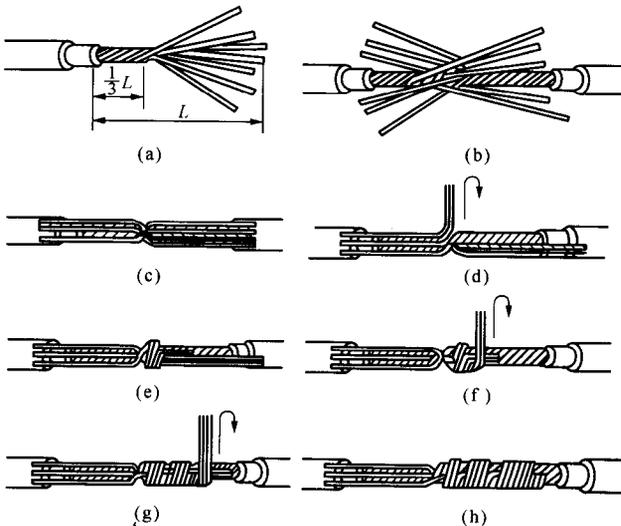

图 1-25 7 股铜芯导线的直线连接
1) 先将剖去绝缘层的芯线头散开并拉直，再把靠近绝缘层 1/3 线段的芯线绞紧，然后把余下的 2/3 芯线头如图 1-25 (a) 分散成伞状，并将每根芯线拉直。
2) 把两个伞状芯线线头隔根对叉，必须相对到底如图 1-25 (b) 所示。
3) 拉平两端芯线，理直每股芯线，使每股芯线的间隔均匀，同时钢丝钳钳叉口处消除空隙，如图 1-25 (c) 所示。
4) 把每一端的 7 股芯线按 2、2、3 根分成三组，在一端把一组芯线扳起，垂直于芯线，如图 1-25 (d) 所示。
5) 按顺时针方向缠绕 2 圈, 再折回  $90^\circ$  并在折起前的轴线位置, 如图 1-25 (e) 所示。
6) 接着把紧挨着前一组的两根芯线扳起, 垂直于芯线, 也按顺时针方向紧紧压着前 2 根扳制直的芯线缠绕 2 圈, 如图 1-25 (f) 所示。
7) 将余下的第三组的 3 根芯线扳直, 按顺时针方向紧紧压着前 4 根扳直的芯线向右缠绕 3 圈, 如图 1-25 (g) 所示。
8) 切去每组多余的芯线, 钳平线端如图 1-25 (h) 所示。用同样方法再缠绕另一边芯线。